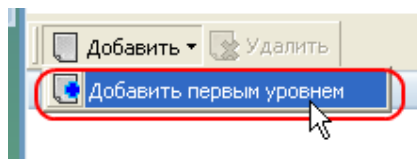

Рисунок 15.2 – Добавление первого узла
2) *Добавление структуры дерева режимов.* Структура дерева режимов формируется в нижней части рабочей области. Сначала необходимо добавить узел (режим) первым уровнем нажатием кнопки « Добавить первым уровнем» (Рисунок 15.2).